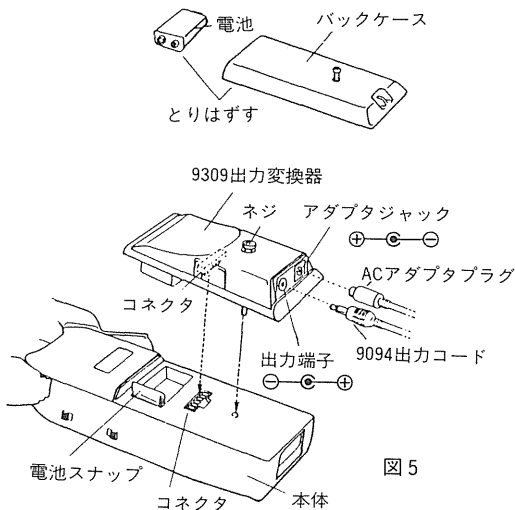

図5
- ◎本体の下のバックケースおよび電池をとりはずします。(以下図5参照)